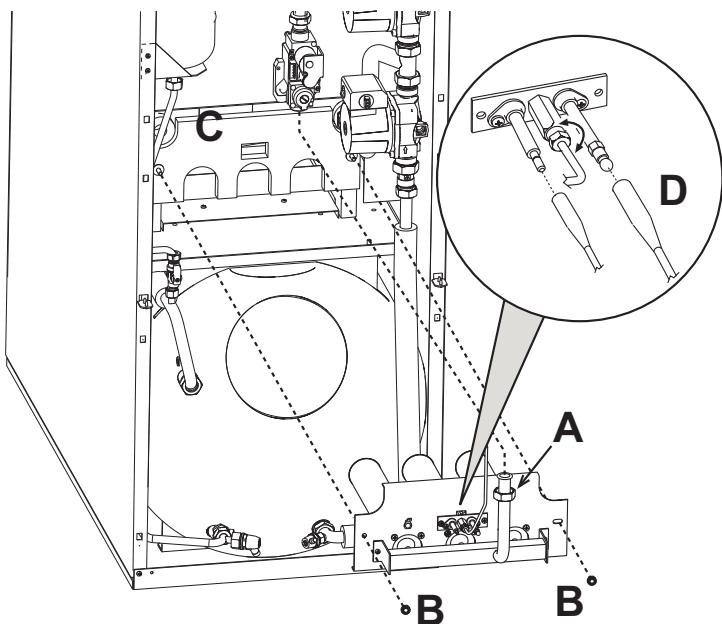

рис. 23 - Демонтаж горелок
- Развинтите две гайки "B" крепления дверцы камеры сгорания к чугунным элементам корпуса котла (рис. 23).